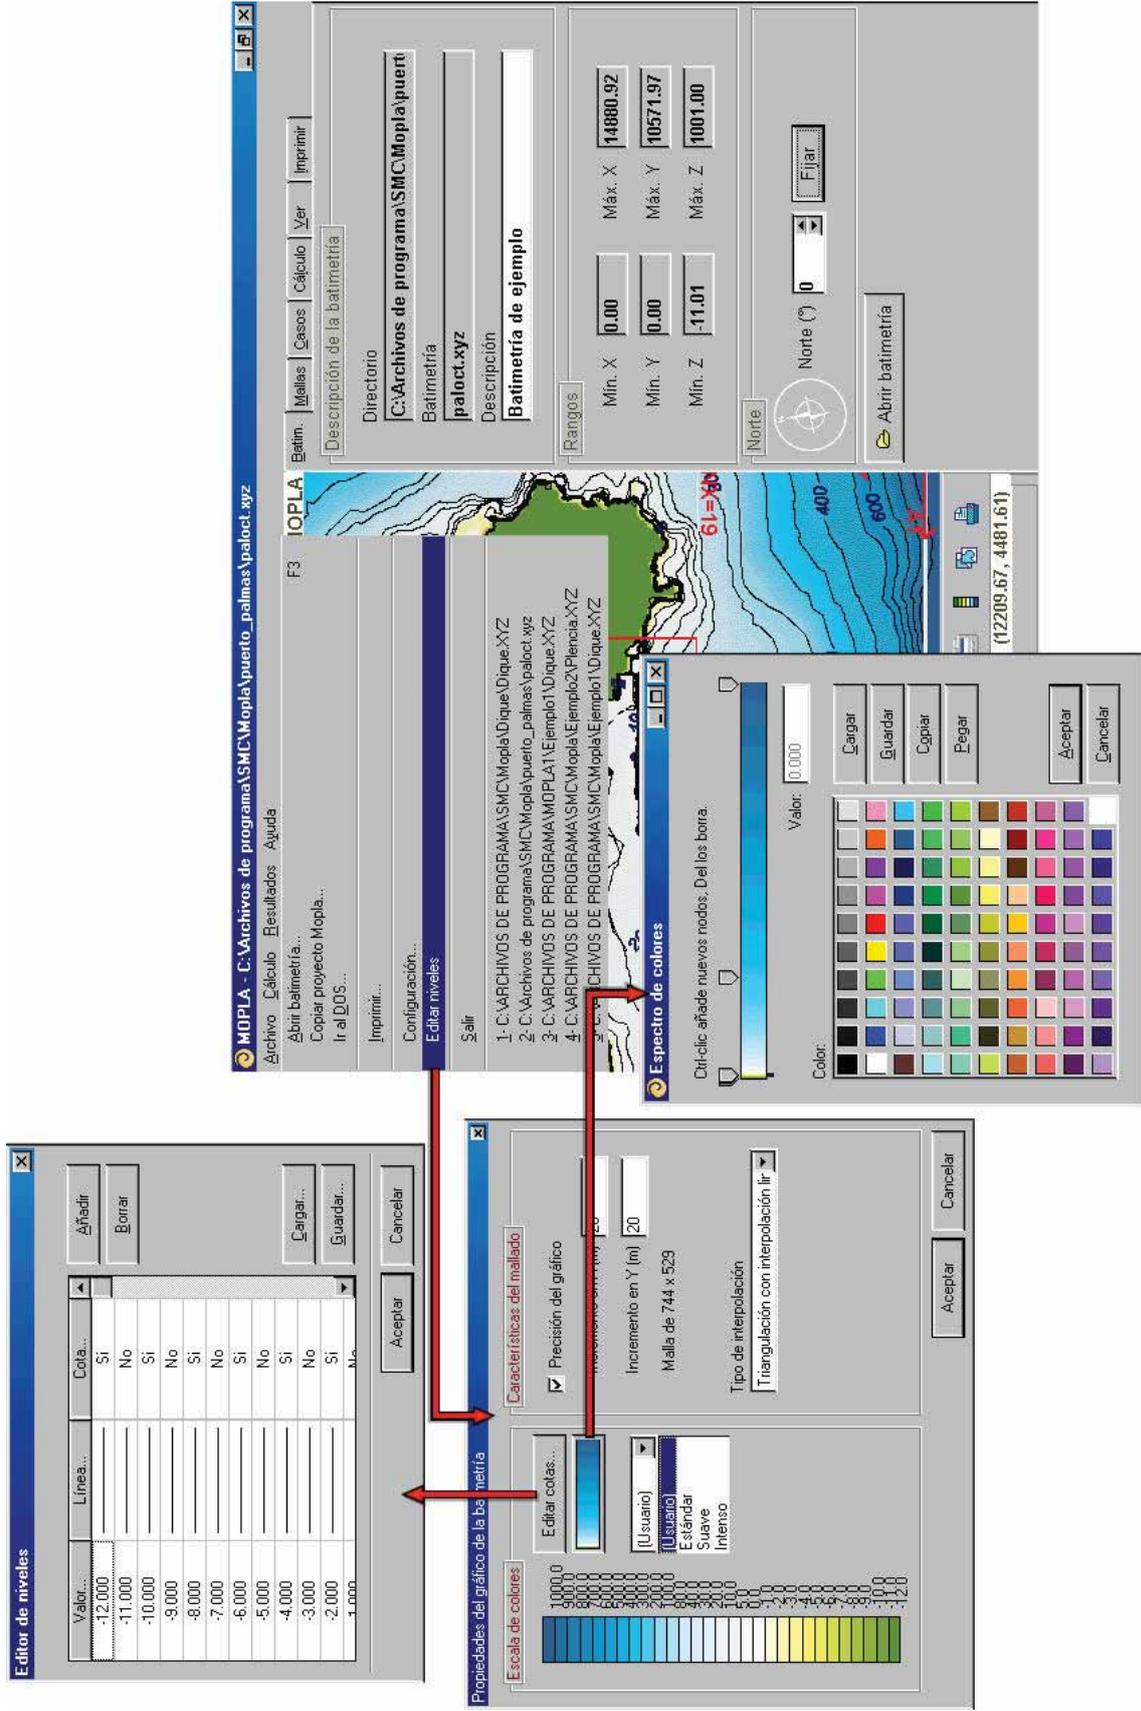

Figura III.4. Diálogo de Propiedades del gráfico de batimetría. (Menú de Archivo|Editor de Niveles)
- **El botón “Editar cotas...”**, permite el acceso al “Editor de Niveles” (ver la figura III.4). Este botón permite al usuario modificar: los valores de las isolíneas, el color y anchura de las líneas, y si éstas, llevan letrero de la cota o no. Esto se consigue de manera particular, dando doble clic con el ratón sobre una cualquiera de las ventanas; o de forma general, pulsando sobre los títulos de las columnas: “Valor...”, “Línea...” y “Cota...”. Una vez que hemos configurado las isolíneas de niveles, es posible guardarla en disco, y luego cargarla en el mismo **caso** u otro caso de Mopla.